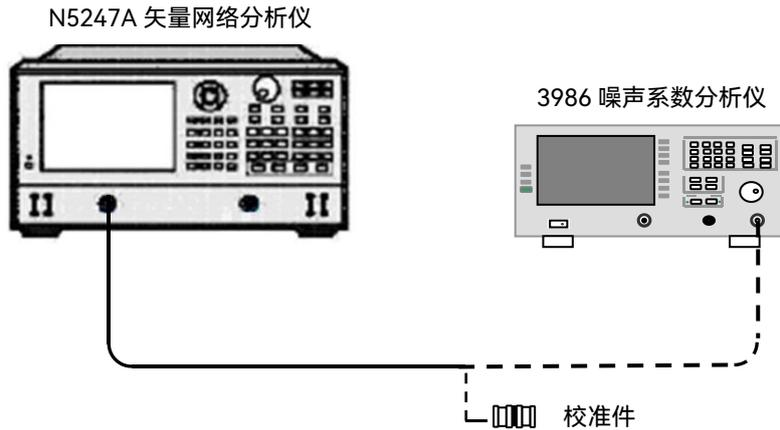

图 8.7 输入端口驻波比测试框图
- 步骤 1.** 如图 8.7 所示连接测试设备，开机预热 30min。